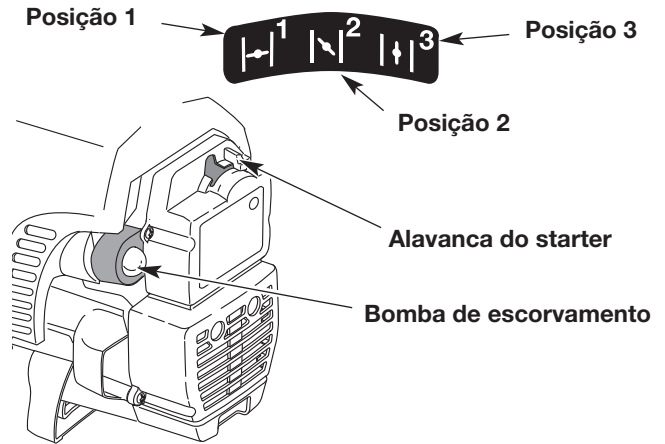

Fig. 11
4. Aperte e solte 10 vezes a bomba de escorvamento, lenta e completamente. O combustível deve ser visível na bomba (Fig. 11). Se não for visível, premir mais três vezes até que apareça.
5. Coloque a alavanca do starter na posição 1 (Fig. 11).
8. Coloque a alavanca do starter na posição 2 (Fig. 11).
11. Deixe o motor aquecer durante 5 a 10 segundos. Ponha a alavanca do starter na posição 3 (Fig. 11).